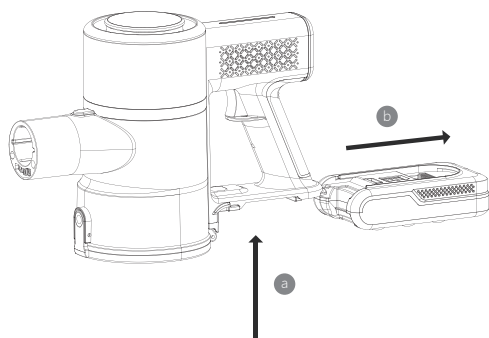

Fig 2.
3. Потяните входной HEPA-фильтр вниз, чтобы снять фильтр, и поместите его обратно на стойку после очистки, рис. 2.
3. После снятия пылесборника возьмитесь за первичный фильтр и поверните его против часовой стрелки, чтобы снять первичный фильтр, рис. 2.
6. Поместите пылесборник на встречный путь и убедитесь, что он зафиксировался в этом положении и был слышен щелчок, рис. 2.
Или вы можете снять пылесборник и нажать кнопку фиксатора пылесборника, затем бросить пыль в контейнер для отходов, рис. 2.